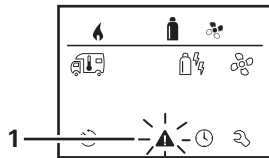

Bild 34
**i** In diesem Fall ist die Störung im Bedienteil Truma CP plus VarioHeat nicht quittiert und das Warnsymbol (Bild 34 - 1) bleibt bestehen. Das Gerät bleibt im Störungszustand. Weitere angeschlossene Geräte können bedient werden.
- Mit Dreh- / Drückknopf das Warnsymbol (Bild 34 - 1) anwählen.